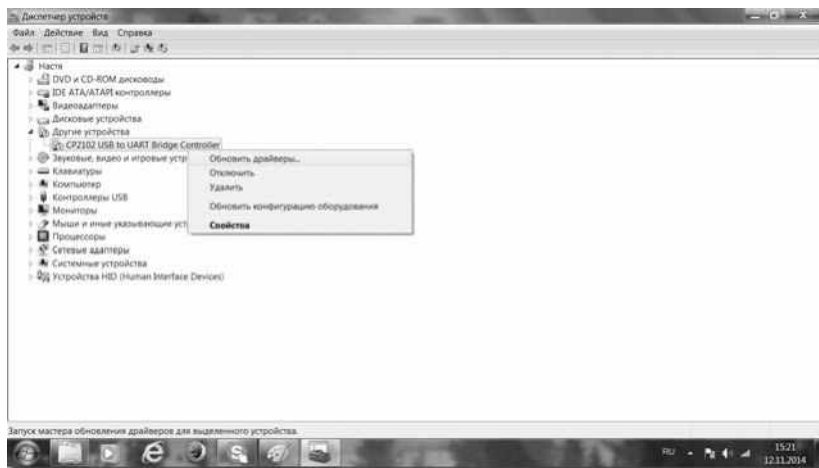

Рис. 5
3.4. Правой кнопкой мышки кликаем по данному названию и выбираем «Обновить драйверы» (рис.5).